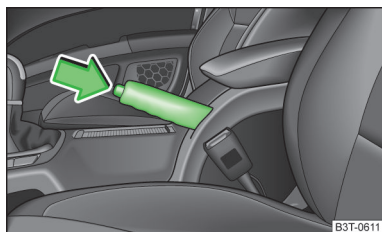

Fig. 125
- Tirez légèrement le levier de frein à main vers le haut et enfoncez **simultanément** le bouton de verrouillage » fig. 125.